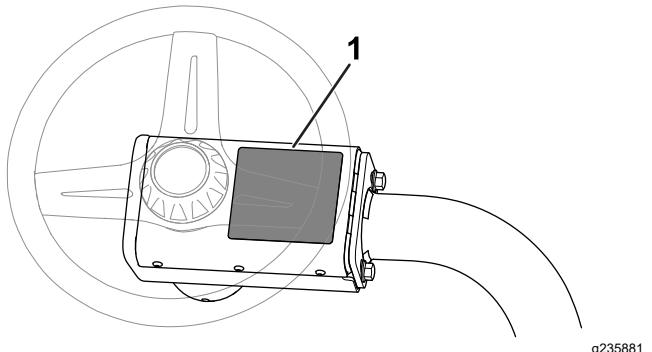

Figura 12
- Pegatina de advertencia para CE:** Coloque la pegatina de advertencia para CE (Pieza n.º 139-8321) sobre la pegatina de advertencia existente (Pieza n.º 139-8320) en la cubierta del volante; consulte la Figura 12.